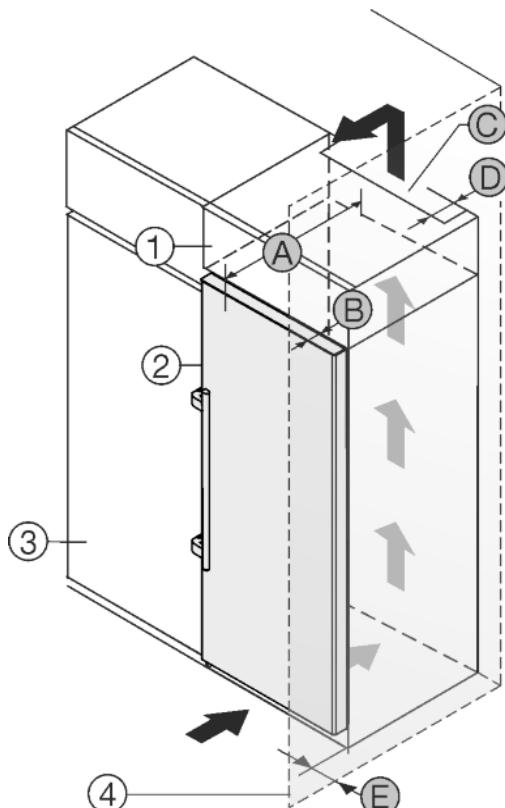

Fig. 22
Uredaj se može adaptirati za ugradnju u kuhinjske ormare. Kako biste uređaj Fig. 22 (2) prilagodili visini kuhinjskog namještaja, iznad uređaja možete postaviti viseći ormara Fig. 22 (1).
Uredaj se može postaviti direktno uz kuhinjski ormara Fig. 22 (3). Kako biste vrata mogli potpuno otvoriti, uređaj mora biti za dubinu Fig. 22 (B) ispred u odnosu na prednjicu kuhinjskog ormara. Ovisno o dubini kuhinjskih ormara i uporabi zidnih distancera, uređaj može i dalje stršati.
- Na stražnjoj strani visećeg ormara treba postojati otvor za odzračivanje dubine Fig. 22 (D) po cijeloj širini visećeg ormara.
- Ispod stropa prostorije treba poštivati ventilacijski presjek Fig. 22 (C).
Kada se uređaj postavlja s okovima pored zida Fig. 22 (4), treba poštivati razmak Fig. 22 (E) između uređaja i zida. To odgovara stajanju ručice kod otvorenih vrata.